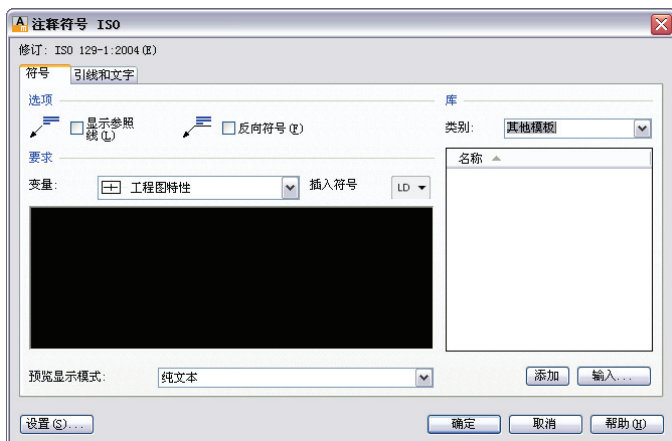

图 11-70 “注释符号 ISO”对话框
- ☑ 备注：描述轴的截面。选择轴，指定箭头起点和终点后，弹出“注释符号 ISO”对话框，如图 11-70 所示，用户进行相关操作。